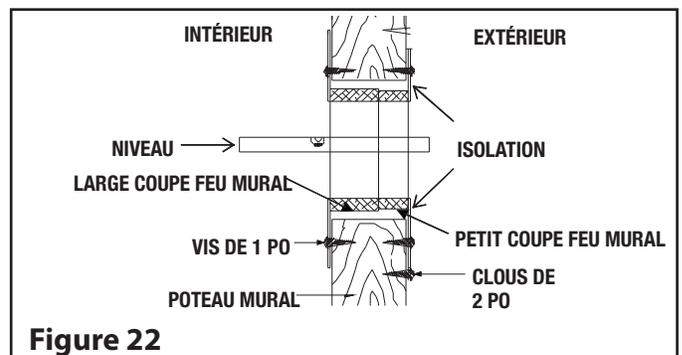

Figure 22
Étape 4 : Couper l'isolant à une longueur appropriée pour s'ajuster à l'épaisseur du mur. Glissez par l'intérieur le grand coupe-feu radiant rond sur la tôle enroulée sur l'isolant. A l'aide d'un niveau, assurez-vous que les ouvertures du coupe-feu par laquelle la cheminée doit passer sont horizontale. Fixez le coupe feu en place avec les vis fournies (voir Figure 22). Pour un mur nécessitant une extension de plus de 12 po, il est possible d'ajouter une tôle d'acier de calibre 26 min. roulée à la main pour couvrir le jeu.
**REMARQUE :** La cavité entourant le coupe-feu radiant murale doit être remplie avec une isolation résidentiel. (voir Figure 22).